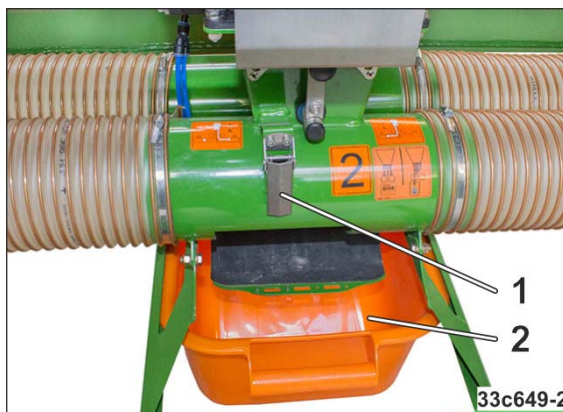

Рис. 193
3. Откройте натяжной крюк (Рис. 193/1) резиновой накладки, которая закрывает отверстие в подающей трубе.
→ Посевной материал падает в поддон для установки нормы высева (Рис. 193/2).